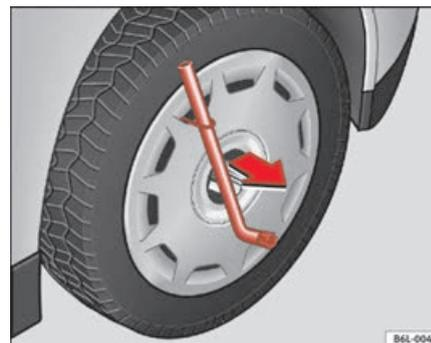

Fig. 141 Retirer l'enjoliveur de roue plein
- Retirez l'enjoliveur plein de la roue à l'aide de l'étrier métallique ⇒ fig. 141.